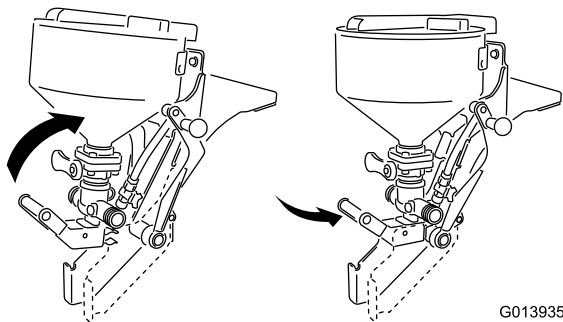

Рисунок 18
- Поднимите нижнюю рукоятку для подъема эдуктора, одновременно немного наклонив его в сторону бака (Рисунок 18).
- Направьте планку под поперечиной так, чтобы приварной выступ находился в верхней части рамы (Рисунок 18).
- Затем поверните весь узел в сторону бака так, чтобы совместить пружинный хомут с большим поворотным корпусом в нижней части рамы (Рисунок 18).